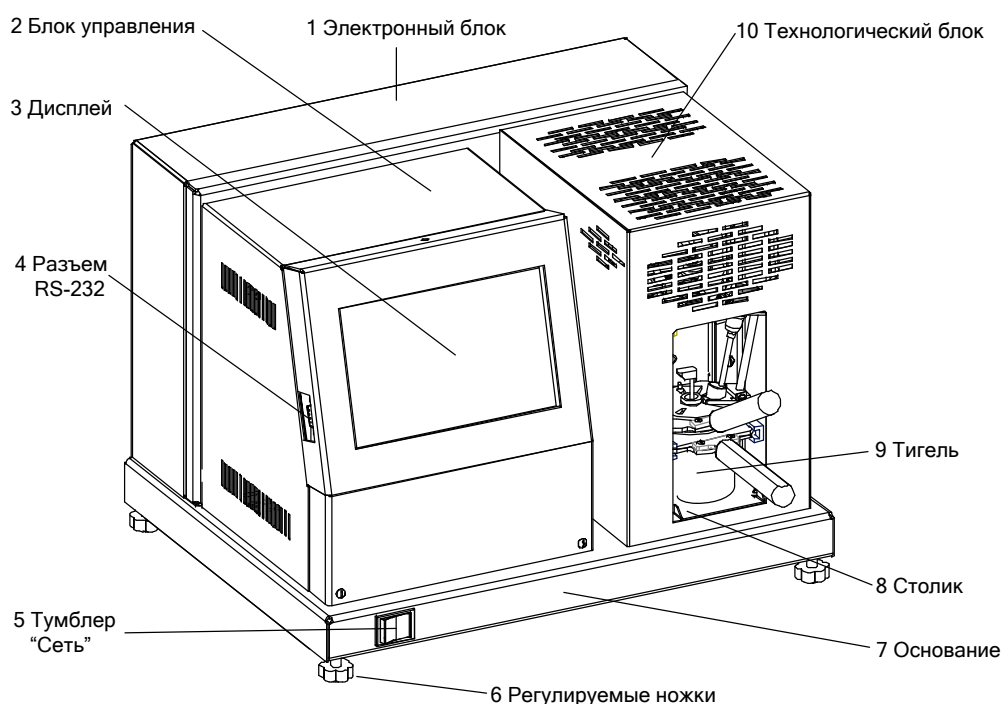

Рисунок 1 – Устройство аппарата
2.3.3.1 Для проведения испытания тигель, заполненный продуктом, с закрытой крышкой устанавливается на столик (8) (см. рисунок 1) и вставляется по направляющим до упора в аппарат.
3.3.1 Подключить аппарат к сети, включить аппарат тумблером "Сеть" (5) (см. рисунок 1, страница 4).
- 4) режим работы аппарата – непрерывный. После окончания работы аппарат выключается тумблером "Сеть" (см. рисунок 1, страница 4);